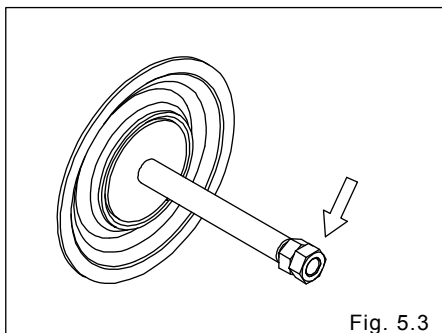

Fig. 5.3
- Retire las tuercas del lado opuesto utilizando la tuerca doble. [Fig. 5.3]